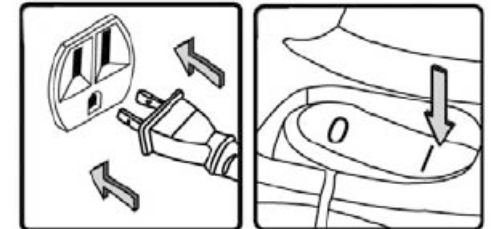

Figure 10
- 8) Faites démarrer l'aspirateur en appuyant sur l'interrupteur tel qu'illustré à la Fig.10. La position "en marche" est indiquée par le symbole international "I".